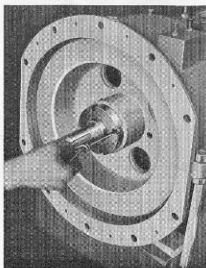

Fig. 37.
10. Skruva ut låsskruven i bakre svänghjulets ringmutter (se fig. 37) samt skruva bort denna.